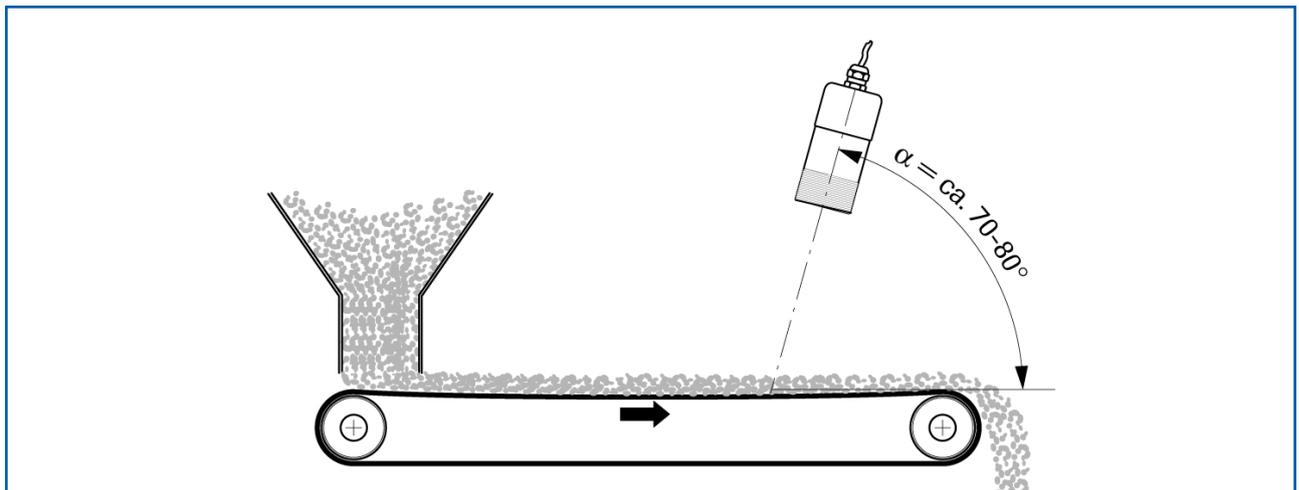

Abb. 7: Montage über Förderband
Wenn der FlowJam S direkt über einem Förderband angebracht wird oder das zu detektierende Schüttgut eine geringe Profilierung aufweist, sollte der Sensor mit einer Neigung von ca. 70 - 80° montiert werden (Abb. 7), damit das sich ändernde Oberflächenprofil des Materialflusses ausgenutzt werden kann.
- Eigenschaften des Materialflusses (siehe z. B. Abb. 7)